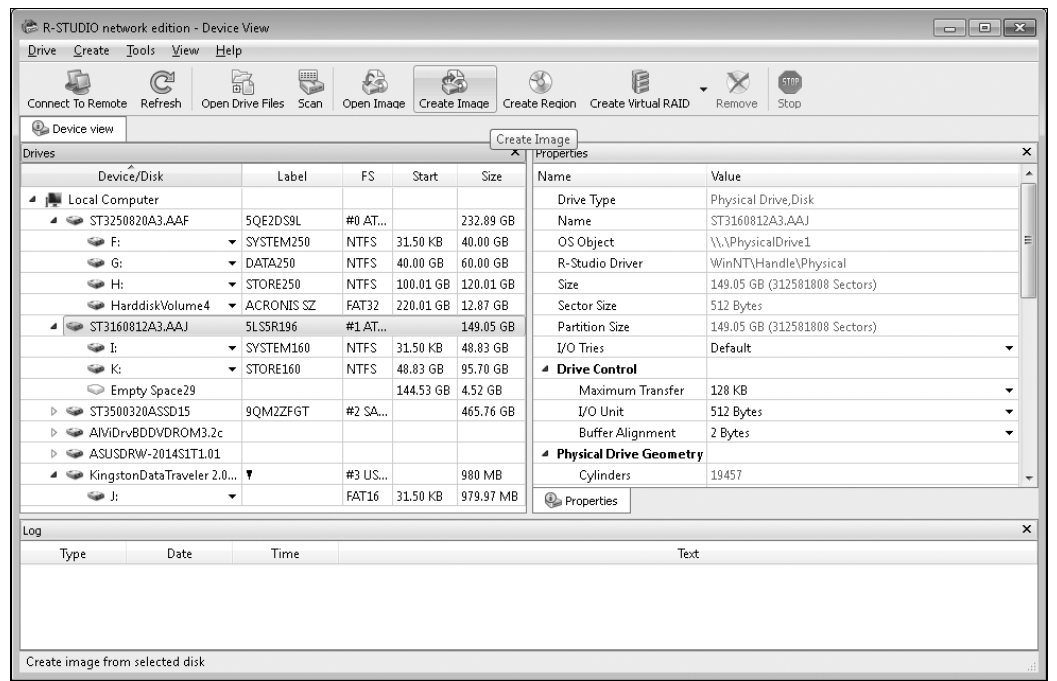

Рис. 5.10. Выбор диска для создания образа
1. В левой части окна перечислены обнаруженные в системе физические и логические диски. Выберите физический диск, образ которого вы хотите снять. В правой части окна на вкладке **Properties** (Свойства) приводятся свойства диска (рис. 5.10).
1. Откройте образ — нажмите кнопку **Open Image** (Открыть образ) на панели инструментов (см. рис. 5.10). Выберите нужный файл в стандартном диалоговом окне открытия файлов. Подключенный образ будет показан в главном окне программы на вкладке **Device View** (Обзор устройств) в общем дереве дисков в группе **Image Files** (Файлы образов).